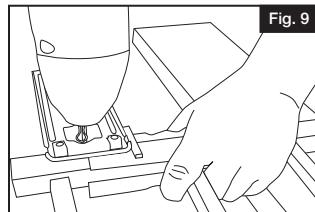

Fig. 9
- b. Corte en su marca con una sierra de calar o una sierra de cinta portátil. Repita para los 3 extremos restantes. (Fig. 9).